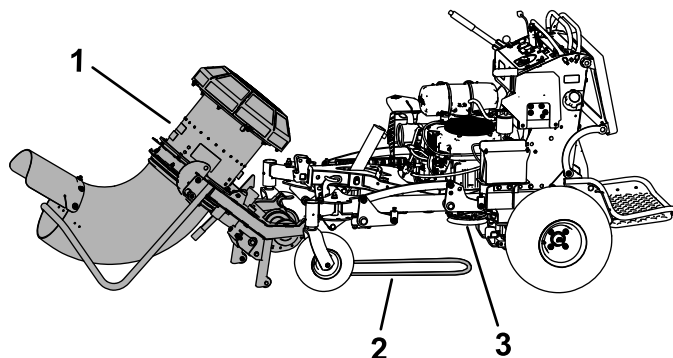

Figura 12
12. Mueva el soplador delante de la máquina y coloque la correa debajo de la máquina de manera que quede alineada con el embrague (Figura 12).